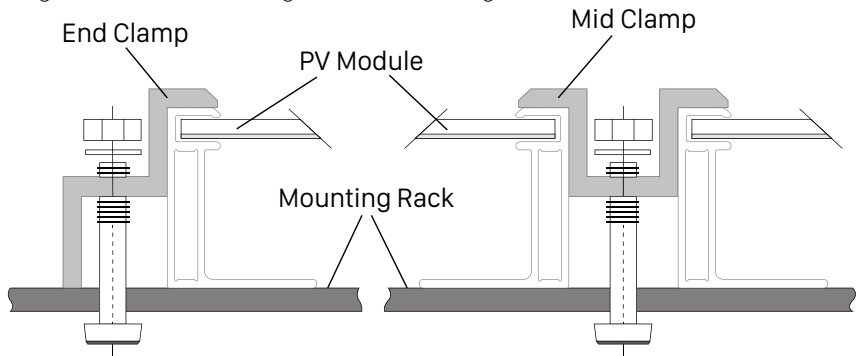

Figure 5. Clamping mounting method/ Phương pháp lắp đặt kẹp
- Clamps must be installed according to the manufacturer's specific instructions. Do not apply excessive pressure on the frame such that the frame deforms. IREX recommends a torque of approximately 18 – 20 [Nm]. Please see details in figure 5. Kẹp phải được lắp đặt theo hướng dẫn cụ thể của nhà sản xuất. Không áp dụng lực quá mức trên khung để khung bị biến dạng. IREX đề xuất một giá trị mô-men xoắn khoảng 18 – 20 [Nm]. Vui lòng xem chi tiết trong hình 5.